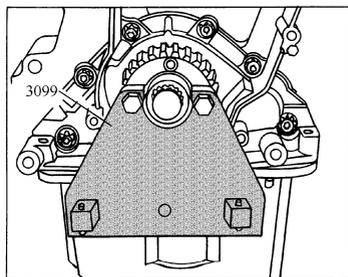

图 2-53 用 3099 固定同步带轮
- 5) 拆下曲轴同步带轮,为此须用 3099 固定同步带轮(图 2-53)。